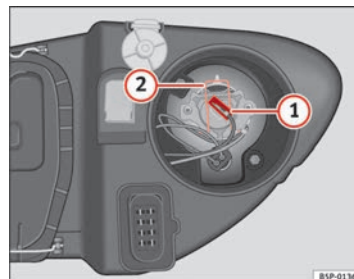

Fig. 186 Luz de carretera
- Extraiga el conector ⇒ fig. 186 ① de la lámpara.
- Presione el resorte ⇒ fig. 186 ② hacia dentro y hacia la derecha.